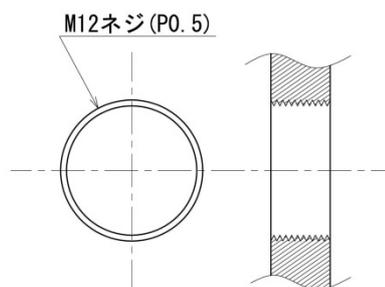

図2. 取付穴加工寸法
- *5 容器の取付部に取付穴を開けて下さい。（図2. 取付穴加工寸法を参照）